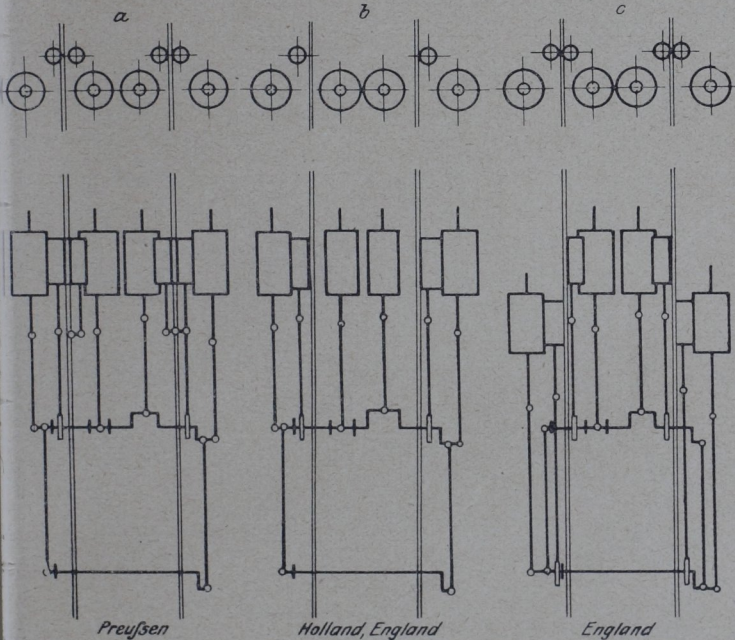

Abb. 259. Vierling-Triebwerke.
III. Triebwerke mit vier Zylindern (Abb. 259/260).
a) Einstufige Dampfdehnung (Vierling); Abb. 259.